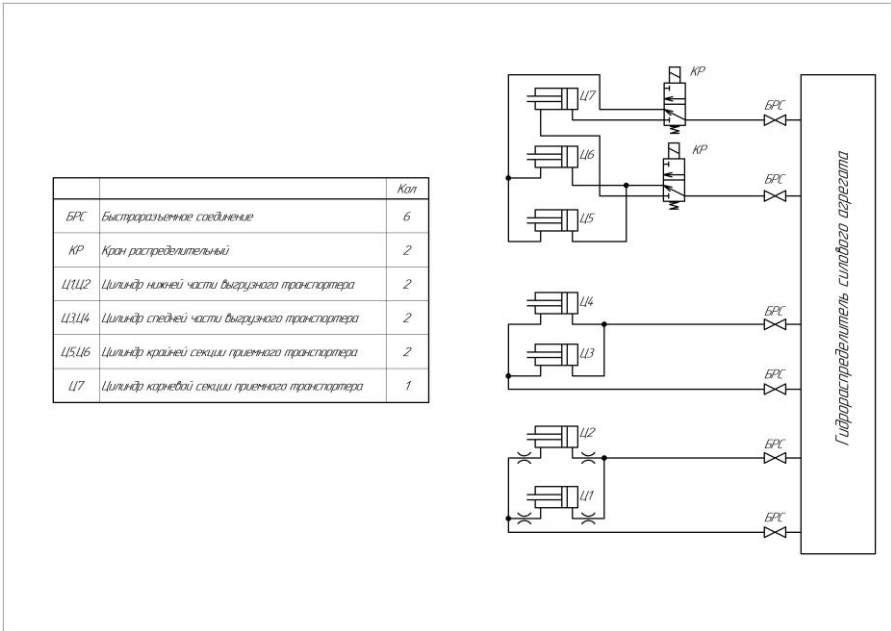

Рисунок 7 – Схема гидравлическая структурная ТПУ-1
7.2.3 Заглушить двигатель трактора. Присоединить гидравлическую систему транспортера к гидросистеме трактора (см. рисунок 7).